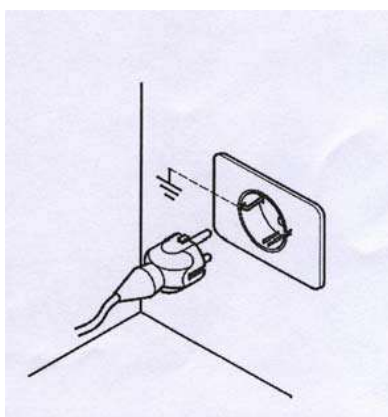

Figura 12
- Conectați centrala la o priză cu împământare. Figura 12,